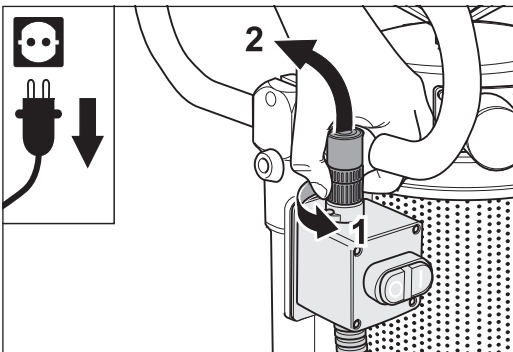

Fig. 24 Suelte el anillo roscado y saque el enchufe del cable.
- 2 Suelte el enchufe del cable del sensor del interruptor de presión en el interruptor CO./DESCO. girando el anillo roscado y saque el enchufe del cable (Fig. 24).